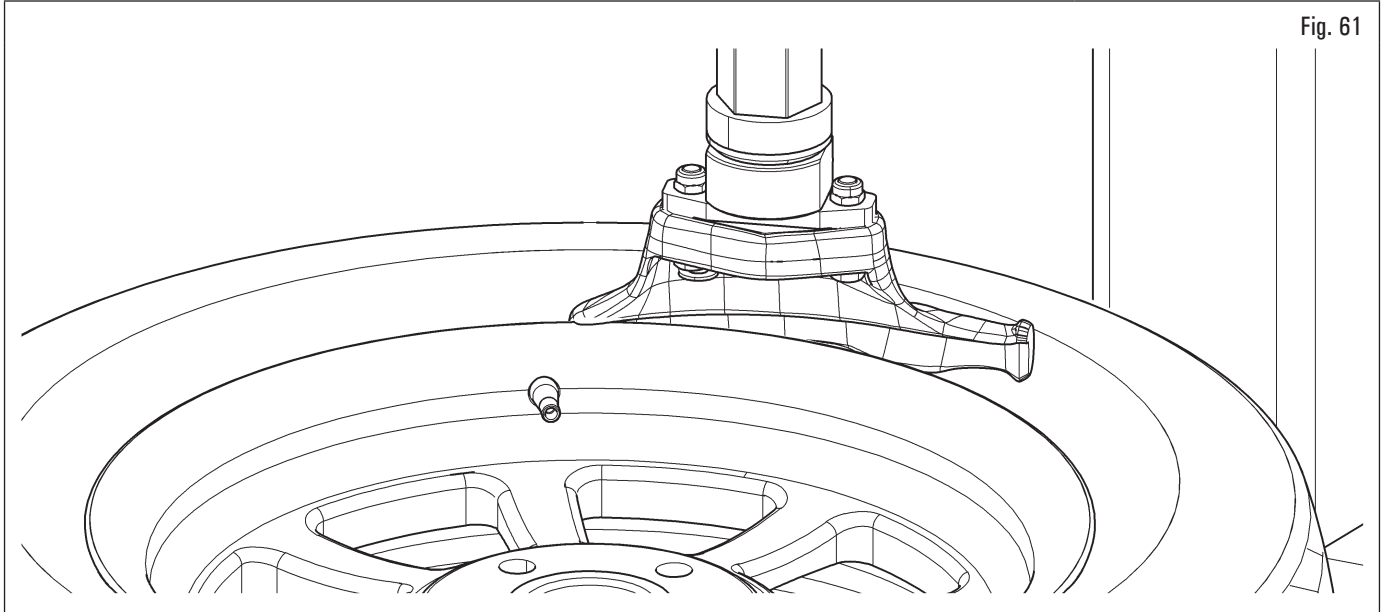

Fig. 61
2. tourner le mandrin pour amener la soupape immédiatement à gauche de la tête outil à « 11 heures » (Fig. 61) ;